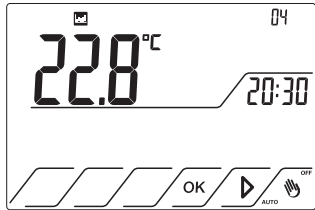

Fig.52
14.6 Premere il tasto ► per visualizzare la pagina n.4. Fig.52